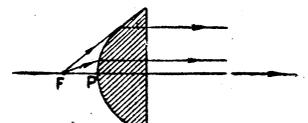

Figure 16
ce diélectrique (fig. 16). Leur profil déterminé par le calcul est tel que, si l'on place une source de rayonnement supposée ponctuelle en un point de l'axe appelé foyer, le champ de l'onde issue de la source après traversée de la lentille est en phase en tout point de la face plane de sortie perpendiculaire à l'axe, de sorte que l'onde émergente est plane et forme un faisceau cylindrique, comme dans le cas du réflecteur parabolique (1).
(1) La surface de la lentille est un hyperboloïde de révolution.